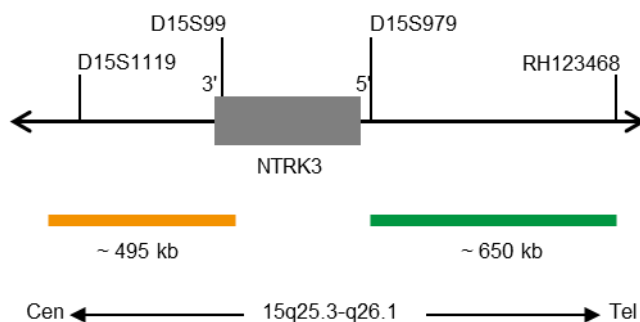

Abb. 1: SPEC NTRK3 Sondenlokalisierung (nicht maßstabsgetreu)
- ZyGreen (Anregung 503 nm/Emission 528 nm) markierten Polynukleotiden (~10,0 ng/μl), die gegen Sequenzen in 15q25.3-q26.1* (chr15:88,825,346-89,475,889) gerichtet sind, welche distal zur NTRK3-Bruchpunktregion lokalisiert sind (siehe Abb.1).
- ZyOrange (Anregung 547 nm/Emission 572 nm) markierten Polynukleotiden (~4,5 ng/μl), die gegen Sequenzen in 15q25.3* (chr15:87,976,717-88,471,002) gerichtet sind, welche proximal zur NTRK3-Bruchpunktregion lokalisiert sind (siehe Abb. 1).